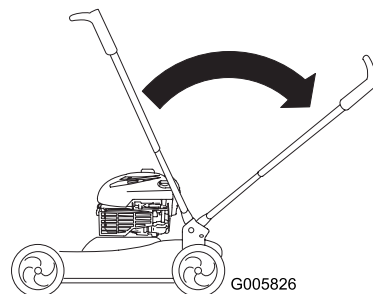

Figure 47
4. Pour déplier le guidon, il suffit de le ramener à la position de fonctionnement (Figure 47).